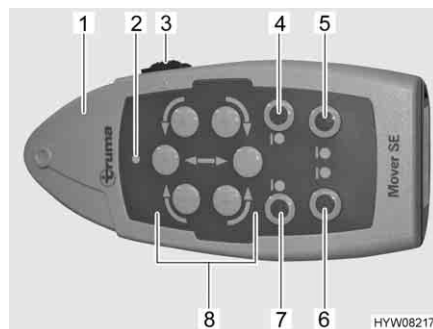

Bild 3 Fernbedienung
- Schiebeschalter (Bild 3,3) an der Fernbedienung (Bild 3,1) auf "EIN" (I) schieben. Wenn die grüne LED (Bild 3,2) leuchtet, ist das Rangiersystem betriebsbereit.
- Auf beiden Seiten die Antriebsrollen an die Reifen schwenken. Dazu die Tasten "Anschwenken" (Bild 3,4 und 7) drücken.
- Das Fahrzeug mit den Richtungstasten (Bild 3,8) in die gewünschte Position bewegen.
- Auf beiden Seiten die Antriebsrollen von den Reifen wegschwenken. Dazu die Tasten "Wegschwenken" (Bild 3,5 und 6) drücken.
- Schiebeschalter (Bild 3,3) an der Fernbedienung auf "AUS" (0) schieben.